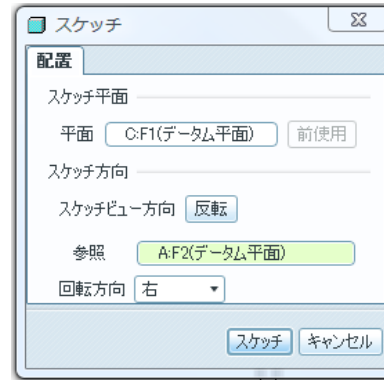

図 9-47 スケッチダイアログボックス
- 次に図 9-47 に示すようにスケッチ平面に「データム平面 C」を選び、参照平面に「データム平面 A」、回転方向に「右」を選択して内部スケッチを定義する。